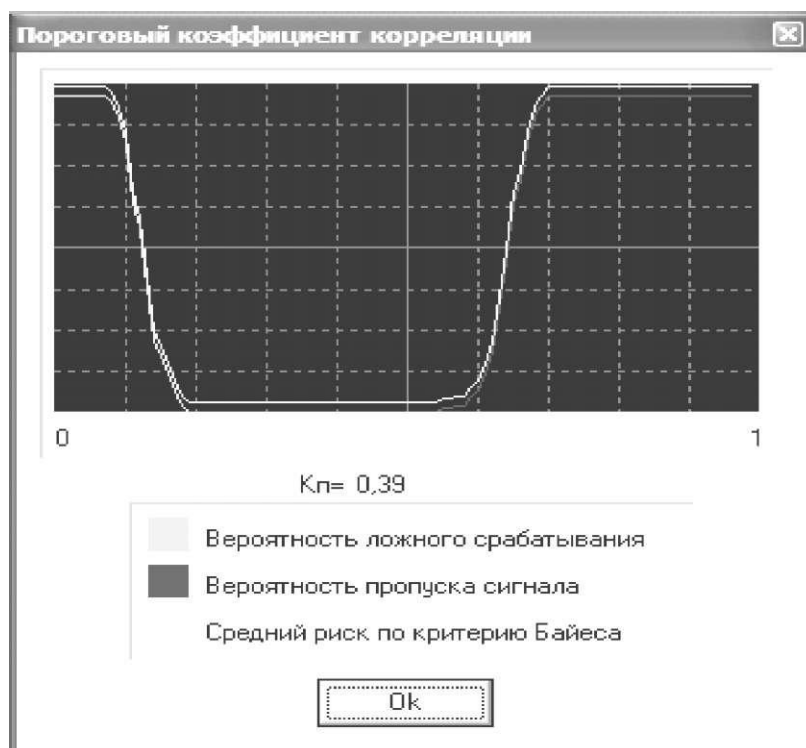

Рис. 5. Расчет порогового коэффициента корреляции
4.2.3.3. Рассчитайте пороговый коэффициент корреляции, нажав на кнопку «Рассчитать», после чего появится следующее окно (рис. 5).